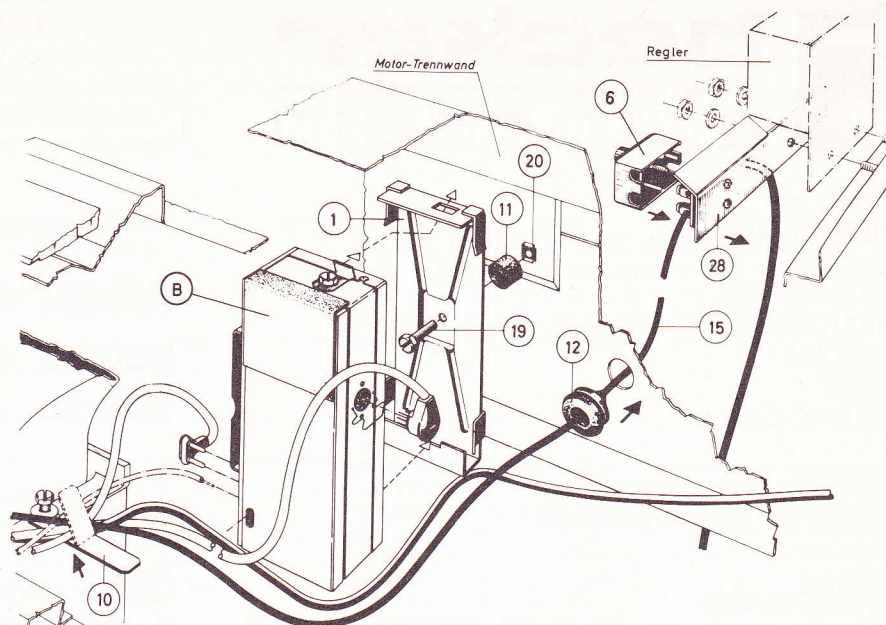

Fig. 3
- Mitgelieferte Blechmutter (23) in vorhandene Vierkantdurchbrüche eindrücken.
- Lautsprecher nach Fig. 3 montieren, Zierritter wieder anbringen.
- In vorhandenen Vierkantdurchbruch der Trennwand Käfigmutter (20) eindrücken.
- Bei EUROPA, AVUS und MONTE CARLO das Lautsprecherkabel in Empfänger einstecken (Fig. 3).
- Batterieanschlußkabel des Empfängerteiles mit Anschlußkabel (15) zusammenstecken und an Sicherungskasten (6) anschließen (bei GRAND PRIX und MEXICO an 5 A, bei EUROPA, AVUS und MONTE CARLO an 2 A).